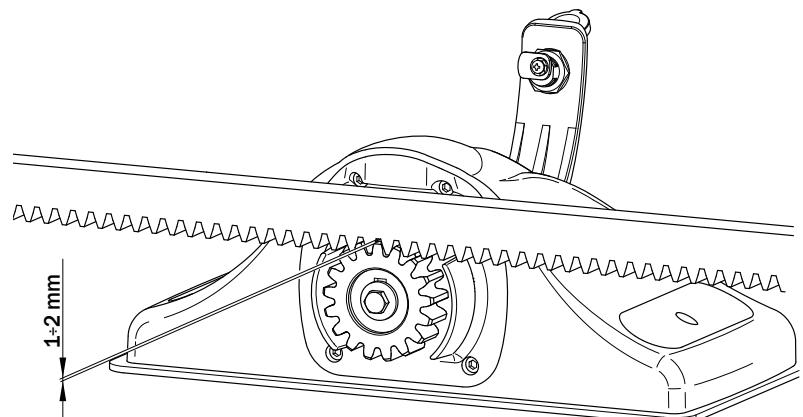

Fig. 2
- Con i finecorsa sono di tipo magnetico le frecce devono essere rivolte verso il centro della cremagliera (fig. 2).
- With magnetic limit switches, the arrows must point towards the middle of the rack (fig. 2).